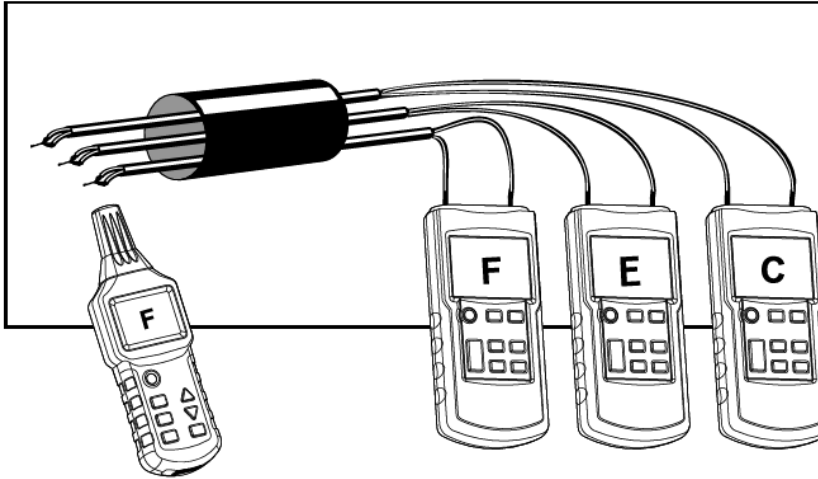

Fig. 3-2-5
- Schließen Sie den Transmitter wie in Fig. 3-2-5 dargestellt an.